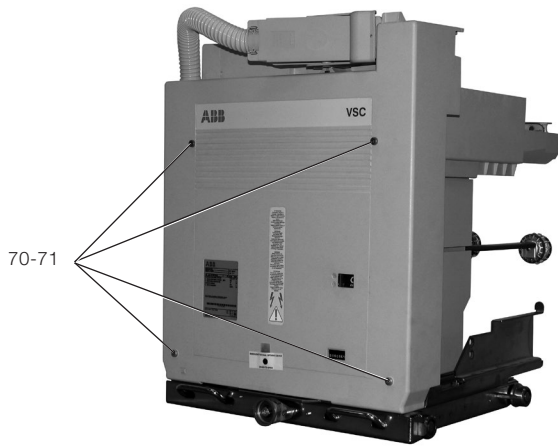
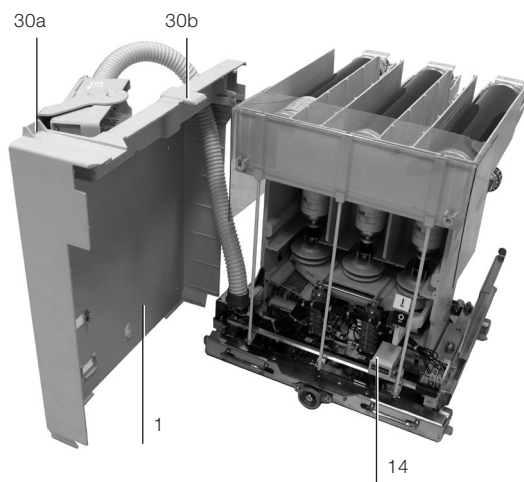
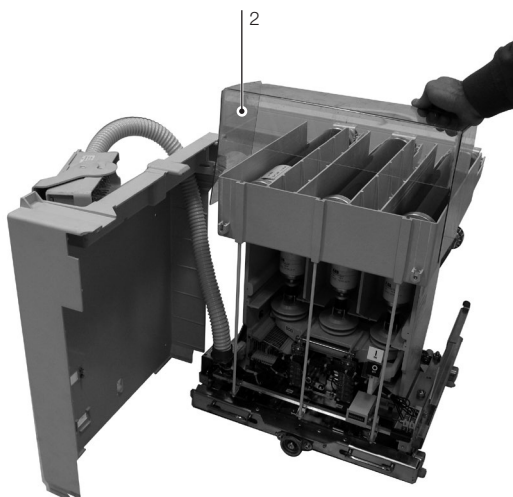

Fig. 18a
Fig. 18b
Fig. 18c
Con contactor extraído del cuadro desenroscar los cuatro tornillos de fijación de la pantalla y las respectivas arandelas DIN (fig. 18a) y ubicarlo como se ve en la fig. 18b. Para contactores de 12 kV quitar la protección (2) y (fig. 18c) efectuar la sustitución de los fusibles según las instrucciones del pár. 7.8.
Volver a colocar la protección (1) (fig. 18b) repitiendo en sentido inverso las operaciones indicadas en el pár. 7.7.2. Volver a montar la pantalla. Controlar que el contador de impulsos (14) (fig. 18c) se inserte en el respectivo alojamiento (69) (fig. 18d) y fijar la pantalla con los tornillos (70) y las arandelas DIN (71) (fig. 18a).